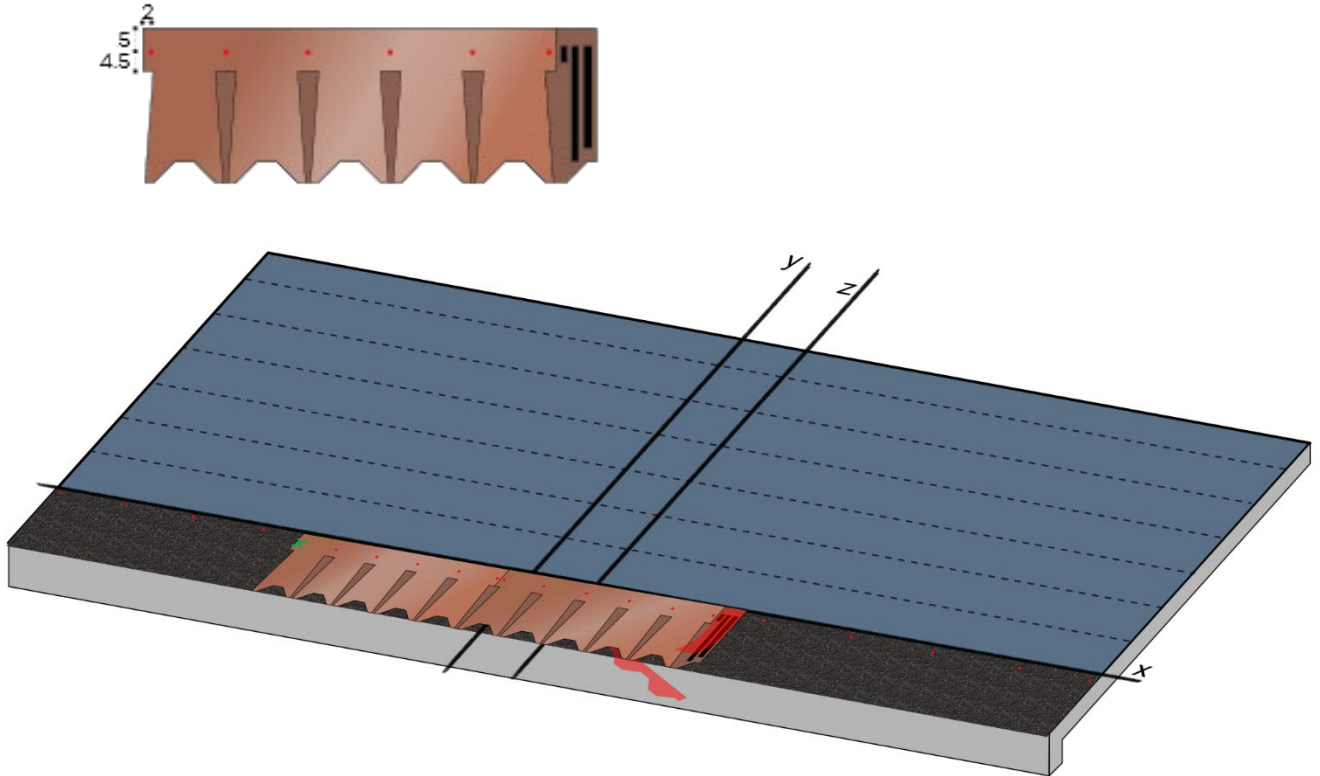

Fig. 8 - Posa della seconda tegola Master Coppo
- Procedere con la posa della seconda tegola verso destra: rimuovere i film protettivi dal lato e dal retro della tegola e sovrapporre la stessa alla fascia laterale della prima tegola già posata. Chiodare la tegola con 6 chiodi, come da Fig. 8.